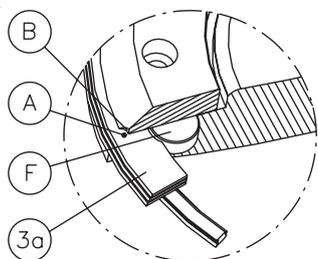

РИСУНОК 6
11. Поставьте уплотнительное кольцо (3a) на диск со стороны вала корпуса. Чтобы правильно установить уплотнительное кольцо, обратитесь к рисунку 6: совместите внутренний паз уплотнительного кольца (3a) с контрольным штифтом (F).
12. Соберите фланец фиксатора уплотнения (2b). См. рис. 6: убедитесь, что паз на краю фланца фиксатора уплотнения (B) соответствует контрольному штифту (F).
17. Откройте диск на несколько градусов и закрутите все винты (2c), используя гаечный ключ с ограничением по крутящему моменту. Используйте значение крутящего момента из Таблицы 2 (см. рисунок 6). Для затяжки всех крепежных винтов рекомендуется использовать последовательность затяжки крест-накрест.
См. рис. 6: